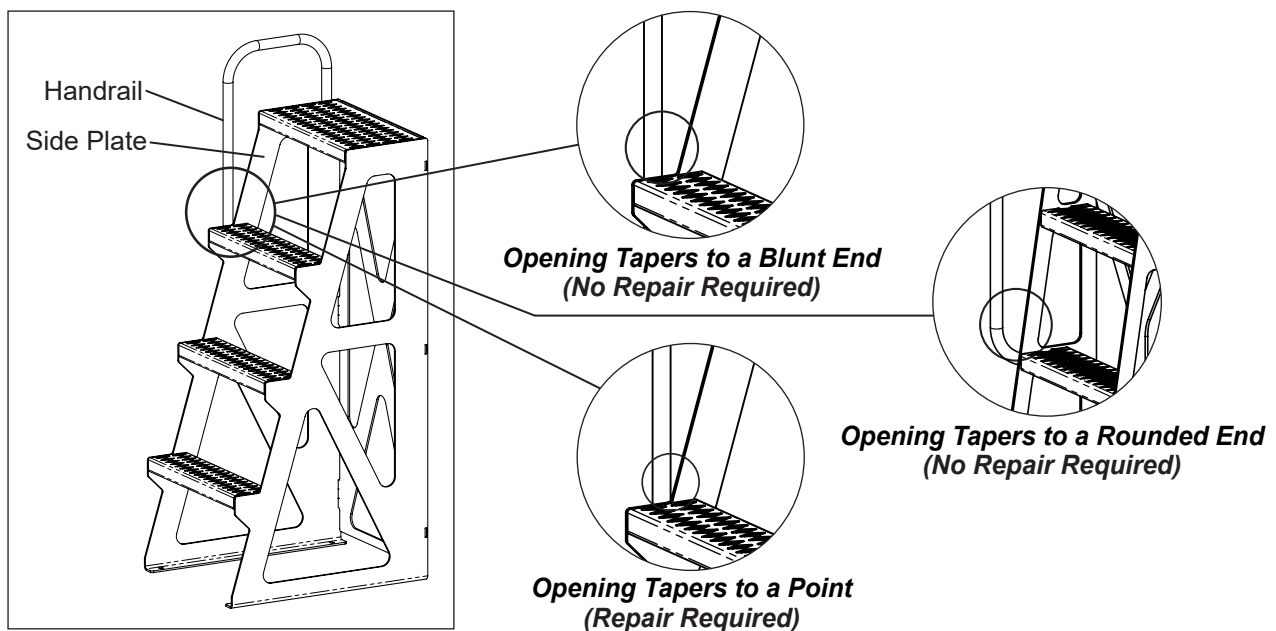

Figure 1 — Access Steps
2. Locate the access steps assembly which looks like Figure 1 on the unit. Locate the opening between the long vertical portion of the handrail and the upper edge of the angled side plate of the steps. Visually inspect the opening to see whether or not it tapers to a point at the bottom.
2. Localisez l'assemblage des marches d'accès qui ressemble à la Figure 1 sur l'appareil. Localisez l'ouverture entre la longue partie verticale du garde-corps et le bord supérieur de la plaque latérale inclinée des marches. Inspectez visuellement l'ouverture pour voir si elle se rétrécit ou non en un point en bas.